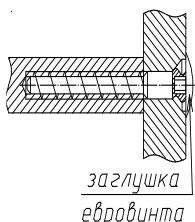
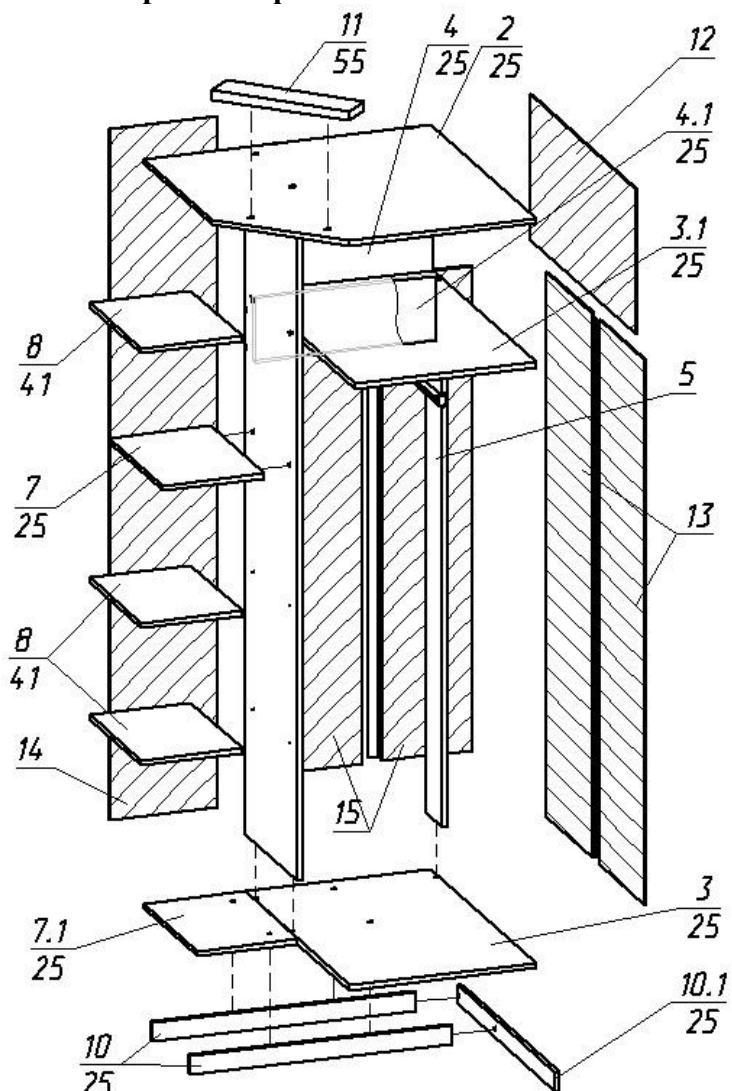

Рис.1
Рис. 4
1. Собрать каркас шкафа по схеме сборки (рис. 4) с помощью евровинтов (рис. 1), предварительно установив фурнитуру, пластмассовые опоры, штангодержатели.